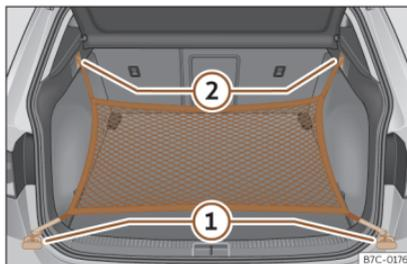

Fig. 113 Dans le coffre à bagages : œillets ① et crochets ② pour accrocher le sac pour filet.
- Fixez les crochets courts du filet aux œillets d'amarrage »» **fig. 113** ① »» . La fermeture à glissière du sac doit rester vers le haut.
- Fixez les rubans aux crochets pour accrocher des sacs ②.